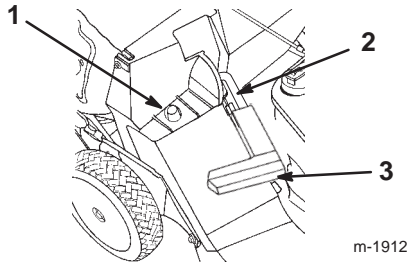

Bild 13
2. Stellen Sie sicher, dass der Griff an der Auswurfkanalklappe ganz nach vorne gestellt und dass der Stift im Riegel eingerastet ist (Bild 13).
3. Schieben Sie das Loch im Korbrahmen auf den Haltepfosten am Auswurfkanal (Bild 13).
2. Heben Sie den Griff der Auswurfkanalklappe an und ziehen ihn nach vorne, bis der Stift in den Riegel einrastet (Bild 13).